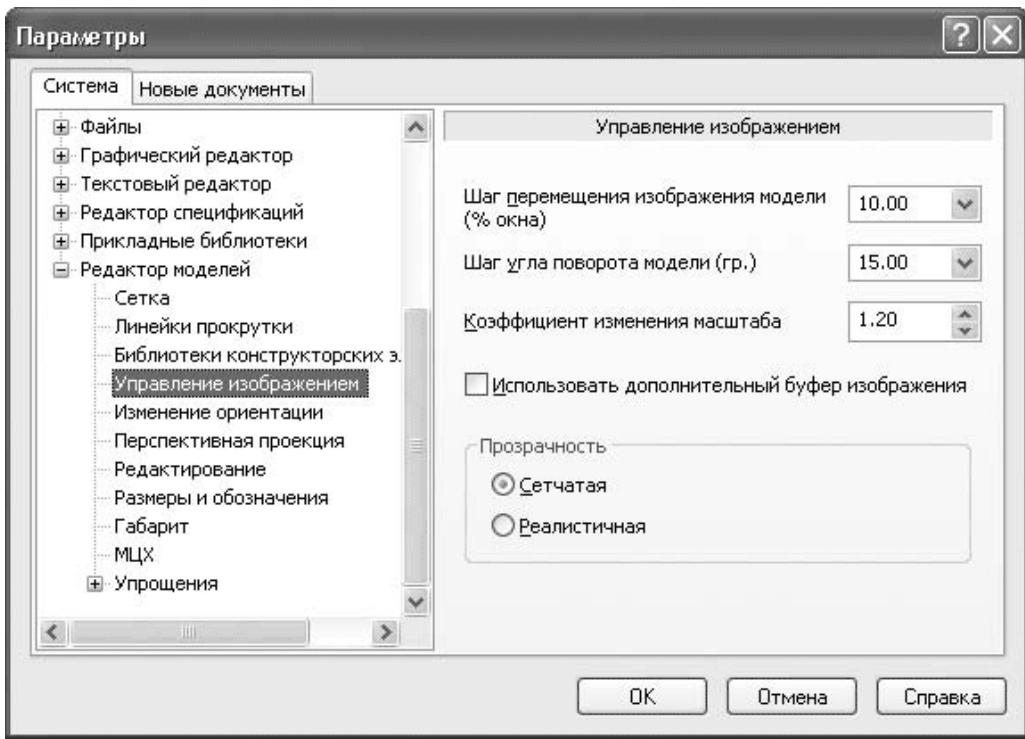

Рис. 1.61. Параметры управления изображением
- Управление изображением – предназначен для управления изображением модели в окне представления документа (рис. 1.61). В раскрывающемся списке Шаг перемещения изображения модели (%) задается процентное соотношение перемещения изображение к текущим размерам окна при однократном нажатии, например, сочетания клавиш Shift+®. Точно так же можно задать шаг угла поворота модели при однократном нажатии сочетания клавиш для поворота изображения в окне. С помощью переключателя Прозрачность можно выбрать один из двух возможных способов отображения полупрозрачных моделей: сетчатая или реалистичная прозрачность;